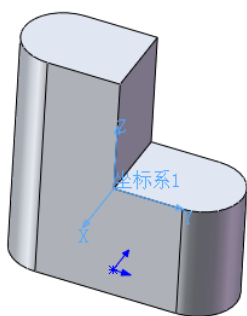
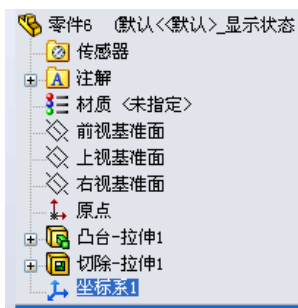

图 4-39 创建的坐标系 1
图 4-40 FeatureManger 设计树
(3) 确认创建的坐标系。单击“坐标系”属性管理器中的  (确定) 按钮，创建的新坐标系 1 如图 4-39 所示。此时所创建的坐标系 1 也会出现在 FeatureManger 设计树中，如图 4-40 所示。